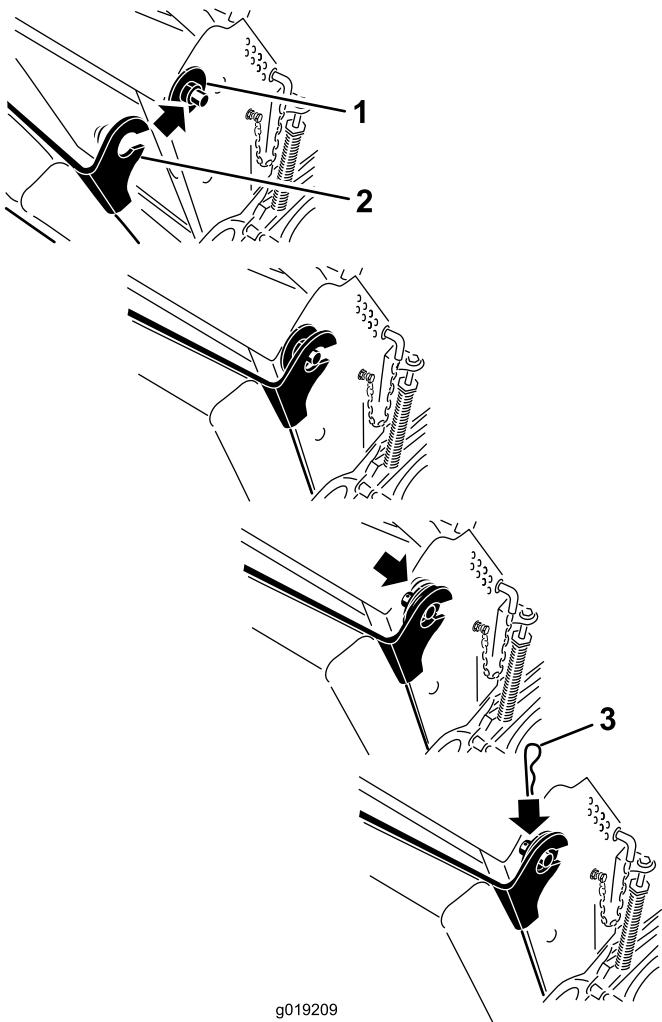

Figure 37
6. Relevez le coussin et engagez-le sur les goupilles de chaque côté de la machine (Figure 37).
7. Glissez les grandes rondelles et les douilles en plastique dans les supports du coussin et fixez-les en place avec une goupille fendue (Figure 37).